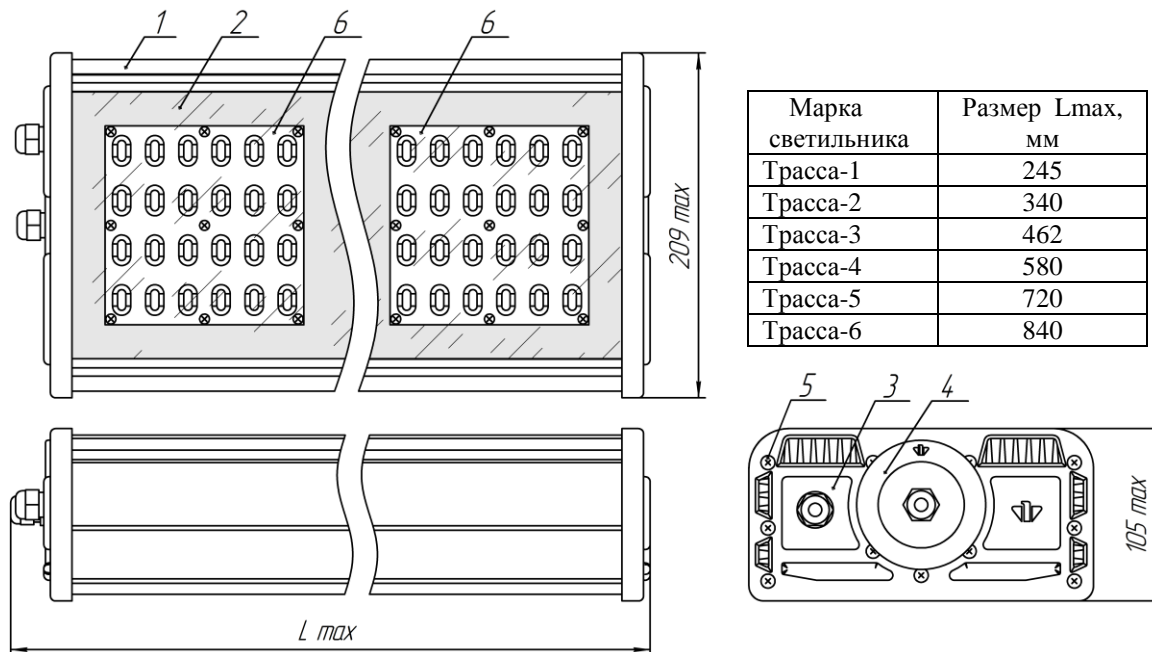

Рисунок 1
1.4.1. Светильник состоит (см. Рисунок 1) из корпуса, изготовленного из алюминиевого анодированного сплава, который является несущим элементом светильника (поз.1), прозрачного неокрашенного защитного стекла из ударопрочного оптического поликарбоната (поз.2), двух торцевых крышек (поз.3), заглушки (поз.4), крепежных винтов (поз.5), модулей светодиодных (поз. 6), источника питания и контактного устройства установленных внутри корпуса.
- 2.2.2. Снимите заглушку с закрепленным на ней контактным устройством (рисунок 1 поз.4)